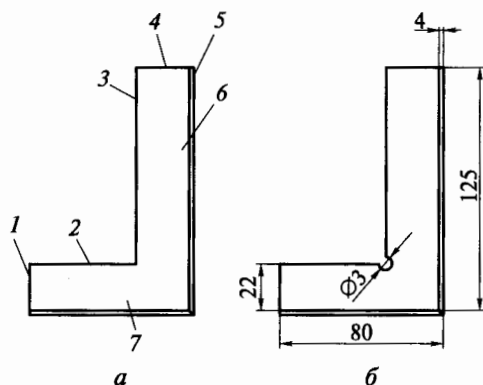

Рис. 3.1. Слесарный угольник:
11. Опишите последовательность опилования слесарного угольника (рис. 3.1). Укажите методы и средства контроля качества обработки.